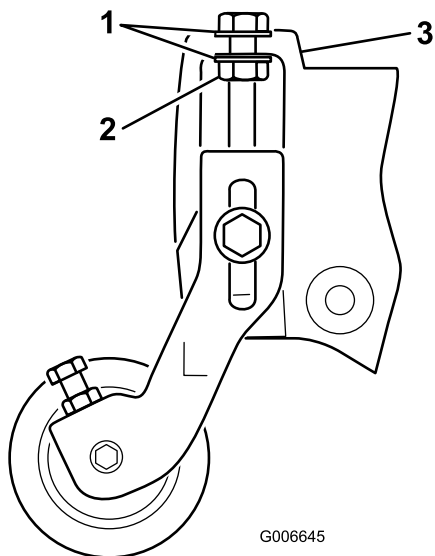

図 4
注 刈高調整ボルトのワッシャが、フランジの左右に配置されるようにすること 図 4。
10. ワッシャがサイドプレートのフランジに接触するまで刈高調整ボルトを締め付け、そこから、ナットを 1/2 回転だけ戻す 図 4。